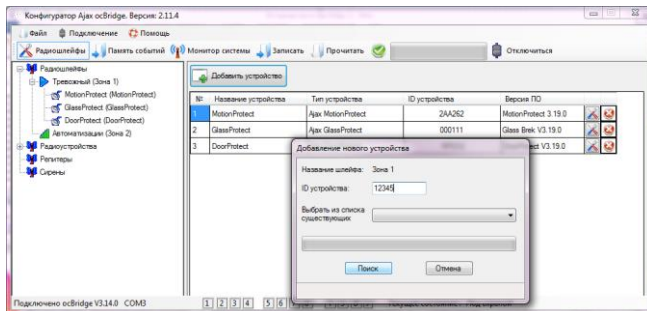
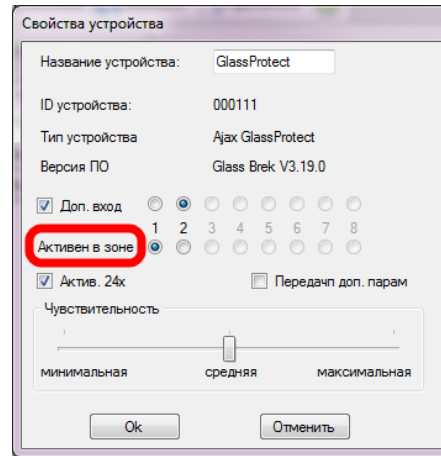

РИС. 4. Регистрация датчиков через программу-конфигуратор
РИС. 5. Меню свойств датчика позволяет приписать его к зоне
Затем следует указать желаемую зону (подробнее о зонах см. п. 6.4. и 6.6. данной инструкции) курсором, сделать мышью правый клик и выбрать в контекстном меню пункт «Добавить устройство» либо же нажать клавишу «Добавить» на панели управления. После этого в появившемся окне запроса надо ввести идентификатор (ID) датчика, который указан на его корпусе, и нажать на клавишу «Поиск» (РИС. 4). Когда индикатор поиска начнет двигаться, необходимо включить датчик. Запрос на регистрацию передается только в момент включения датчика! Если регистрация не прошла – выключите датчик на 5 секунд и включите датчик снова. Когда светодиод датчика постоянно мигает 1 раз в секунду, значит датчик не зарегистрирован! Таким же образом светодиод мигает, если датчик случайно удален из списка зарегистрированных!
4.3. Если датчик оказался ошибочно прописан в другой зоне, выберите курсором название датчика и правым кликом мыши вызовите контекстное меню, найдите пункт «Свойства». Появляется окно настроек, позволяющее приписать датчик к любой желаемой зоне (РИС. 5). Меню свойств датчика также можно вызвать, нажав соответствующую кнопку напротив датчика в общем списке датчиков (РИС. 4). При подключении дополнительного проводного датчика на выносную клемму беспроводного датчика, в свойствах последнего должен быть активирован чекбокс «Доп. вход» и выбрана зона для проводного датчика (РИС. 5)! Если датчик (пожара, газа, затопления) рассчитан на круглосуточную работу, активируйте в свойствах последнего чекбокс «Актив. 24х». Не стоит размещать 24-х часовые и обычные датчики в одной зоне! Для передачи дополнительных параметров датчика (разряд батареи,
4.4. После успешной регистрации датчиков охранной системой нажмите кнопку «Записать» (РИС. 4) чтобы сохранить информацию о конфигурации датчиков в памяти приемника osBridge. При повторном подключении приемника к ПК нажмите кнопку «Прочитать» (РИС. 4) чтобы загрузить в конфигуратор ранее сохраненную в osBridge конфигурацию датчиков.